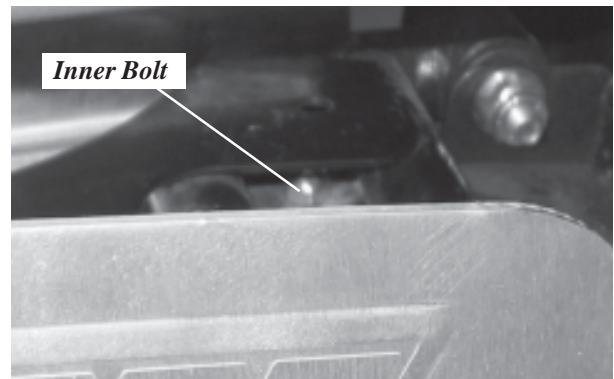

Figure 2
5. Fixez par les trous de montage inférieurs de la protection (A1) au support (A3) à l'aide de boulons 5/16 po (B2) et d'écrous 5/16 po (B1). Ne serrez pas. (Figure 2).